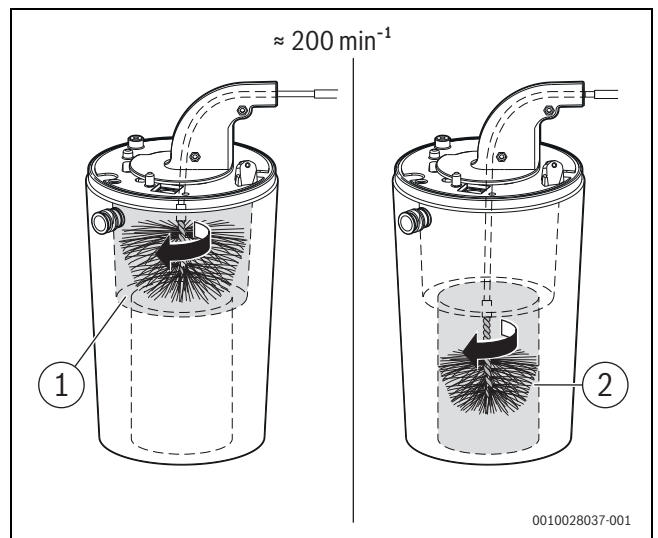

Bild 129 Wärmeblock reinigen (ca. 200 min⁻¹, nur Rechtslauf)
- ▶ Mit kleiner Bürste für den unteren Bereich wiederholen (→ Bild 129, [2]).